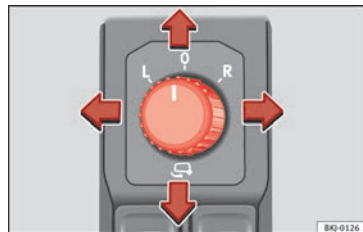

Abb. 152 Drehschalter für die Außenspiegel.
1. Drehen Sie zunächst den Drehknopf »» **Abb. 152** in Stellung **L (linker Außenspiegel)**.
- Zum Anklappen der Außenspiegel drehen Sie den Drehknopf »» **Abb. 152** in Stellung . Sie sollten die Außenspiegel immer anklappen, wenn Sie eine automatische